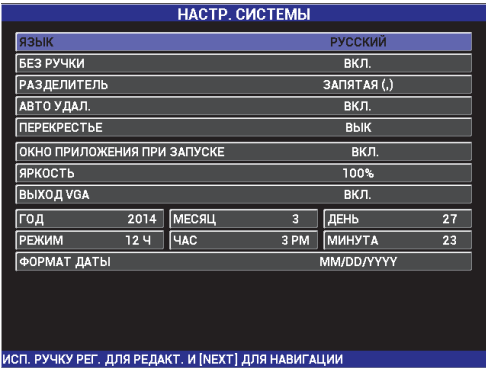

Рис. 3-1 Экран НАСТРОЙКА СИСТЕМЫ
1. Дважды нажмите клавишу меню ADV SETUP (), а затем функциональную клавишу В, чтобы открыть экран СИСТЕМ.НАСТР. (см. Рис. 3-1 на стр. 60).
1. Дважды нажмите клавишу меню ADV SETUP () , а затем функциональную клавишу В для доступа к экрану **СИСТЕМ.НАСТР.** (см. Рис. 3-1 на стр. 60).
3. Находясь в окне **СИСТЕМ.НАСТР.** (см. Рис. 3-1 на стр. 60), с помощью клавиши FULL NEXT () выделите желаемый параметр и, используя ручку регулировки, отредактируйте значение: